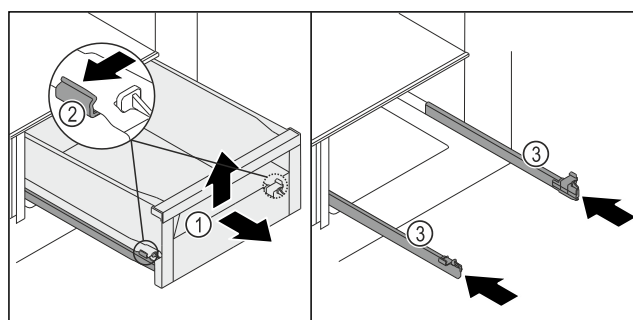

Fig. 195
- Schubfach Fig. 195 (1) bis zum Anschlag herausziehen.
- Klemme Fig. 195 (2) links und rechts an den Schienen gleichzeitig leicht nach außen drücken.
- Schubfach Fig. 195 (1) löst sich von den Schienen.
- Schubfach Fig. 195 (1) vorne hochheben.
- Schubfach Fig. 195 (1) nach vorne entnehmen.
- Schienen Fig. 195 (3) einschieben.